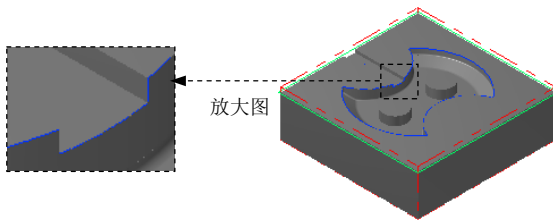

图 22.12 绘制边界 2
(3) 单击  按钮完成所有边界的创建。
Step2. 绘制边界 2。具体操作步骤可参照 Step1，结果如图 22.12 所示。